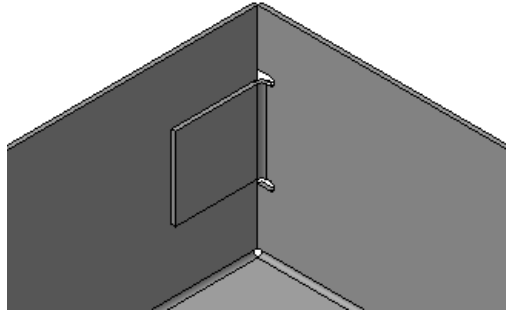

Рисунок 24.
- Разверните деталь так, чтобы посмотреть на сгиб изнутри. Убедитесь, что он был построен правильно (рис. 24).